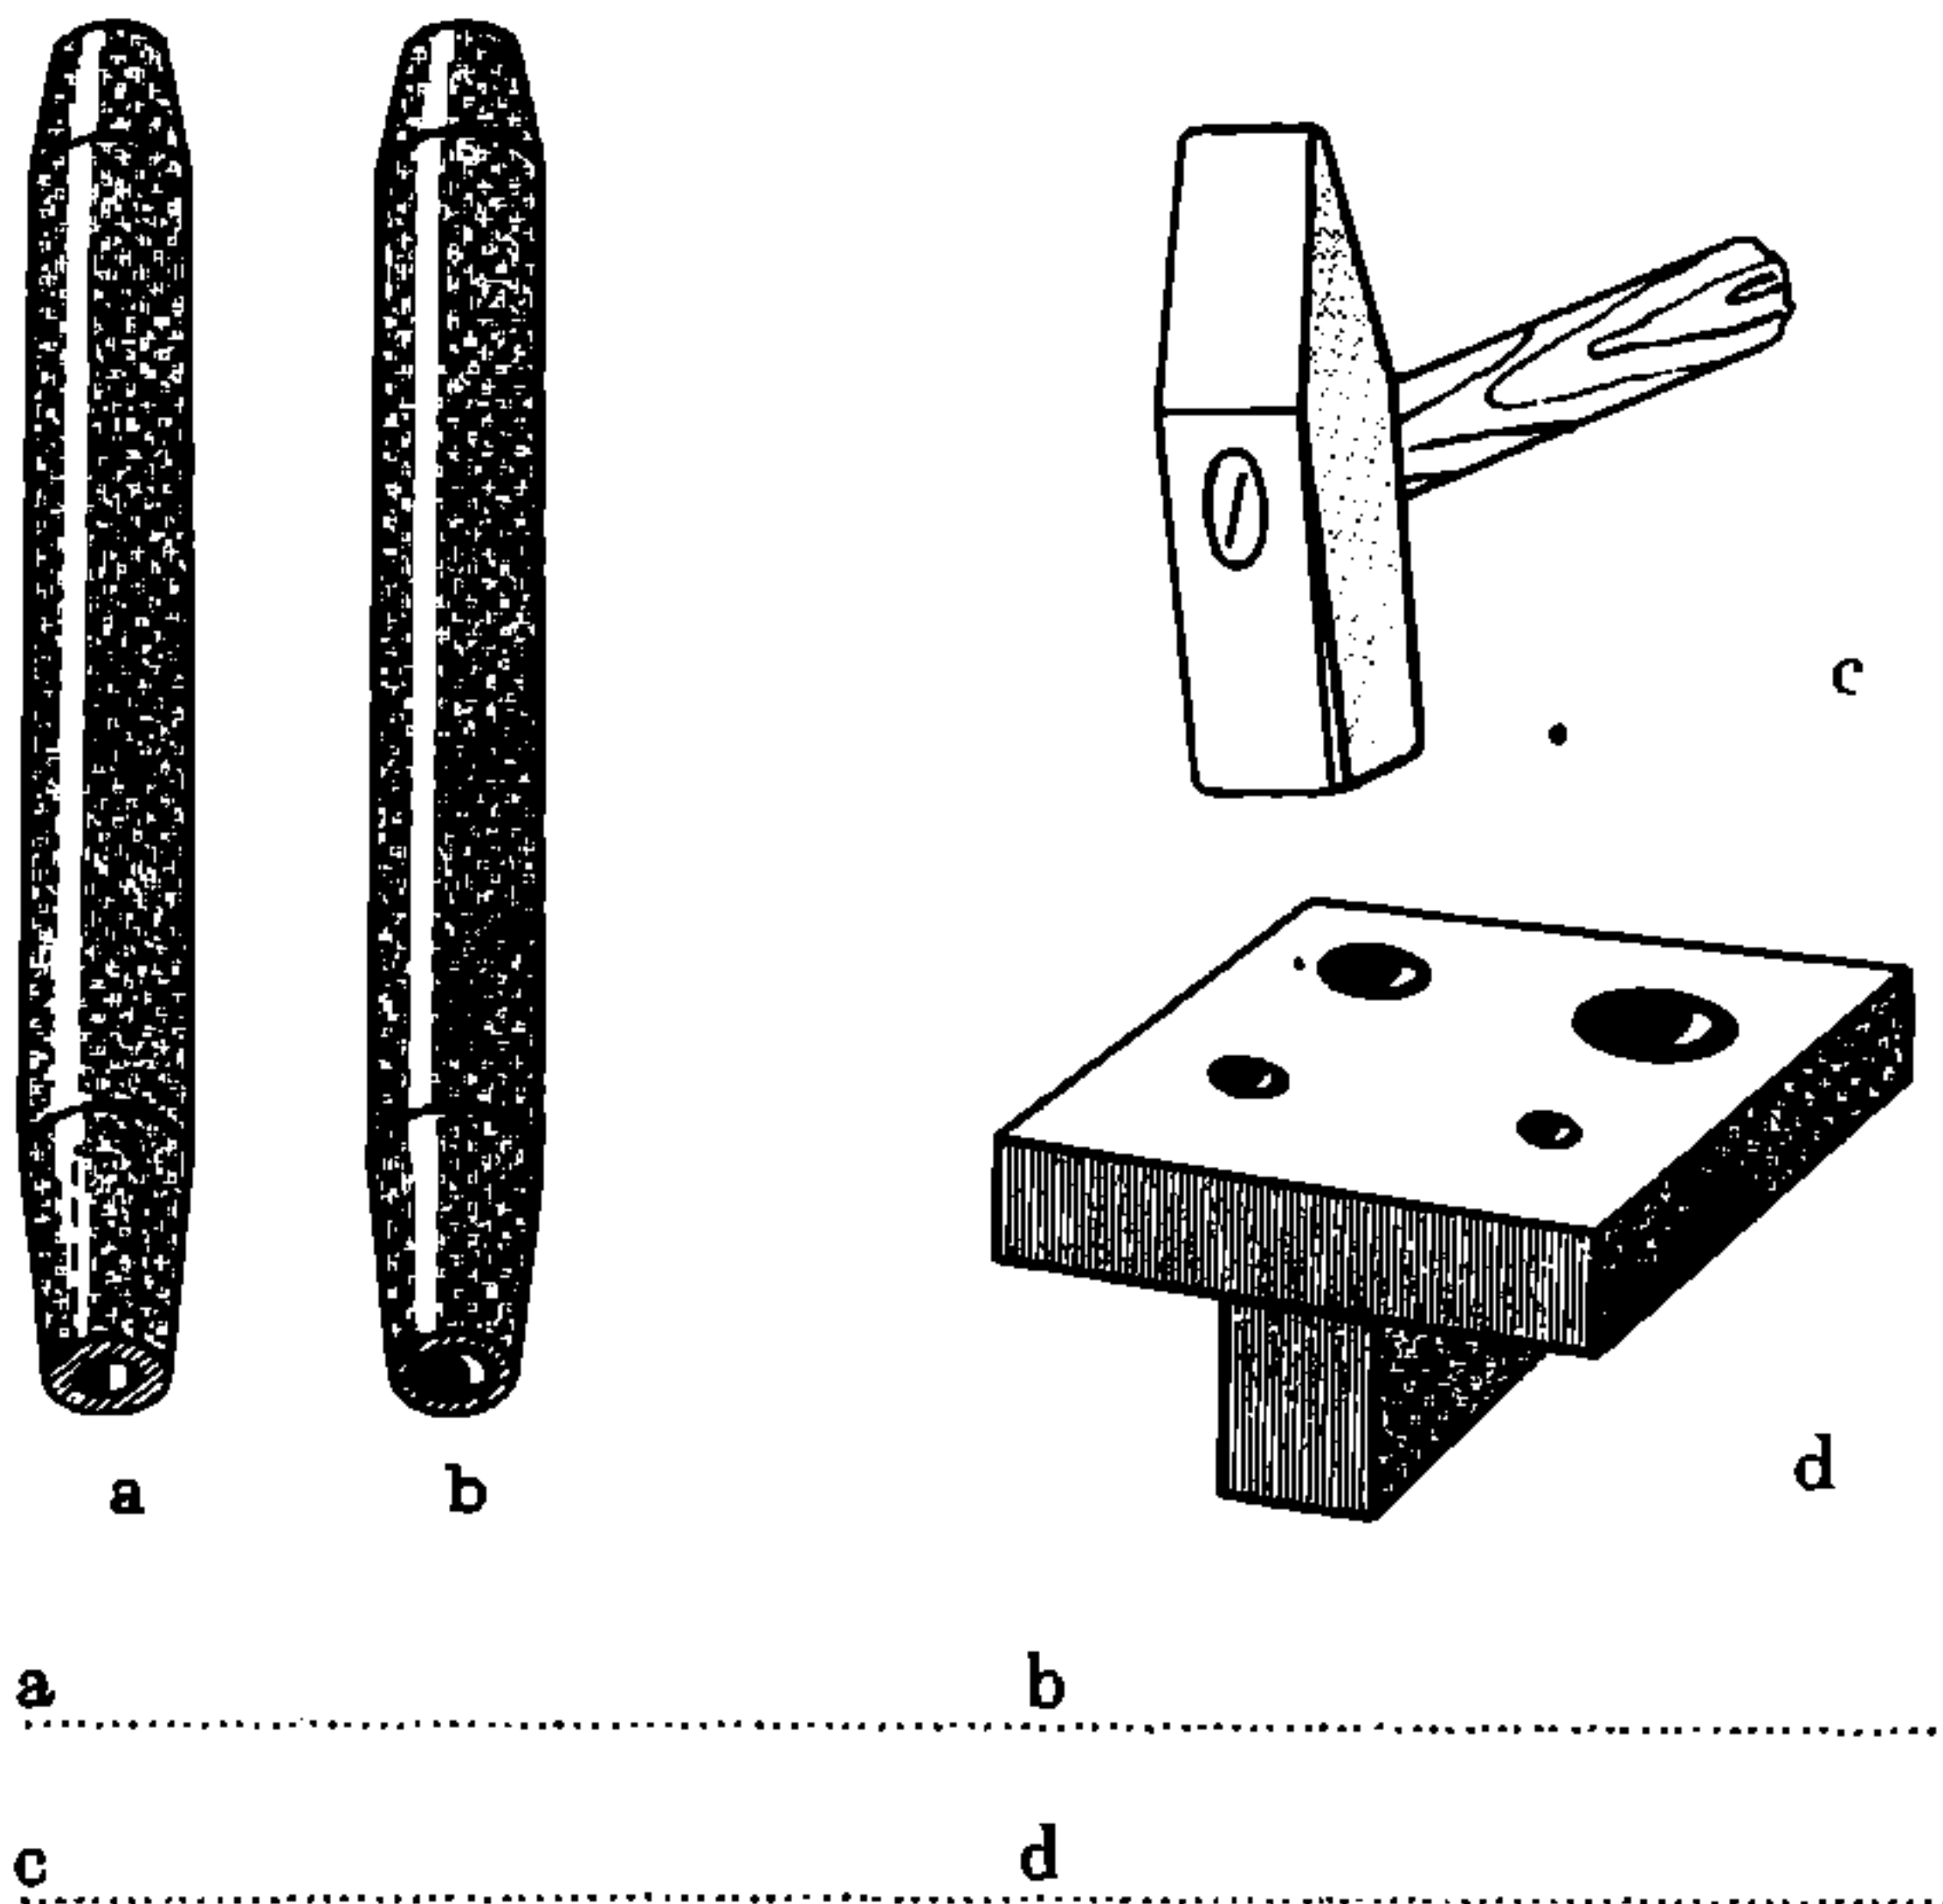

Bild 5
4. Trage unter Bild 5 die Namen der Nietwerkzeuge ein!